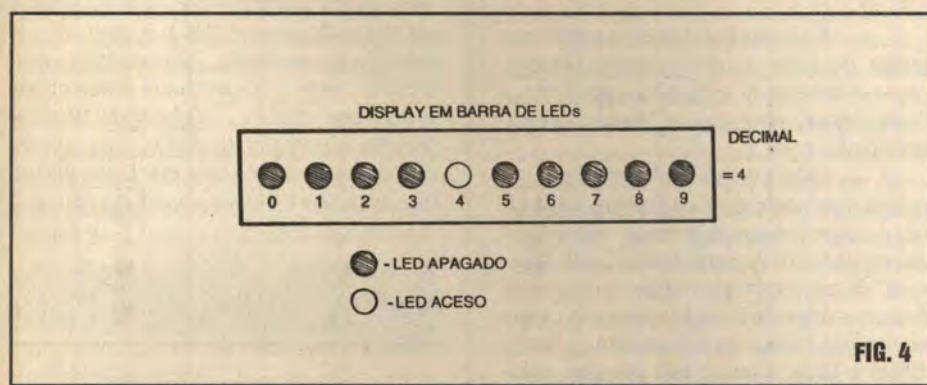

FIG. 4
**- FIG. 4 - REPRESENTANDO (NO DISPLAY) QUANTIDADES (DECIMALMENTE "ENTENDÍVEIS"... ) PROGRESSIVAMENTE MAIORES...** - Se precisássemos de um *display* capaz de indicar com clareza, os números decimais, de 0 a 9, seria preciso dotar a barra já exemplificada de 10 LEDs, conforme sugere a figura... Observem que não fica a menor dúvida - no caso - de que a quantidade indicada corresponde a ... 4 (a título de exemplo, é claro...).